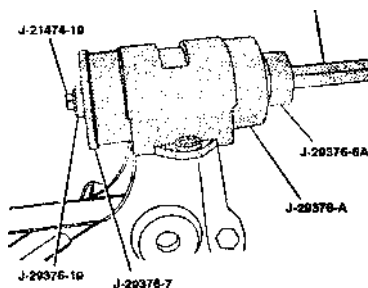

Рис. 5.43.
- пропустить специальный болт (например, болт-упорная шайба J-21474-19) через шайбу (например, шайбу J-29376-7), кожух демонтажно-монтажного приспособления (например, кожух J-29376-A), втулку рычага подвески, оправку (например, оправку J-29376-6A). После этого накрутить на резьбу специального болта гайку (например, гайку J-21474-18) (рис. 5.43);